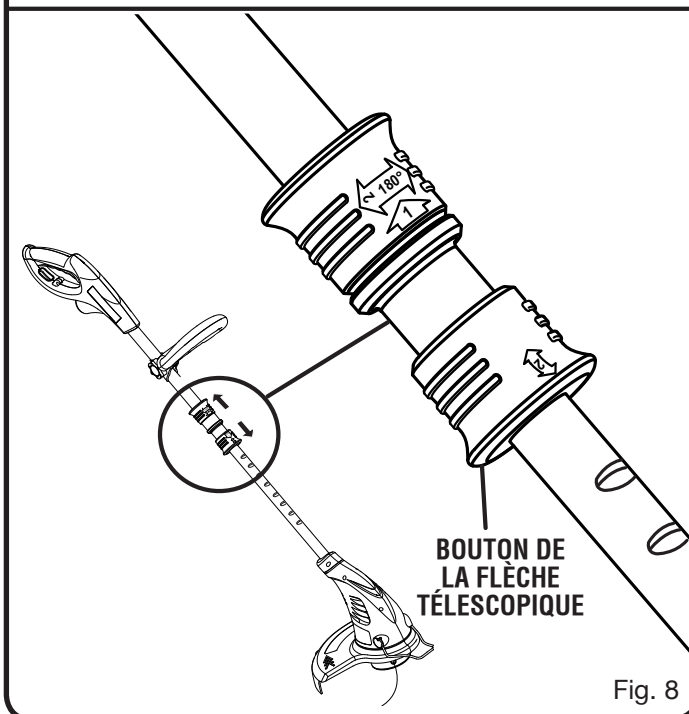

Fig. 8
■ La tondeuse à fouet coupe lors du passage de l'unité de gauche à droite. Ceci évite que les débris soient projetés en direction de l'opérateur. Éviter de couper dans la zone dangereuse illustrée à la Figure 8.
Voir la figure 8.